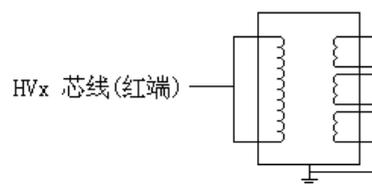
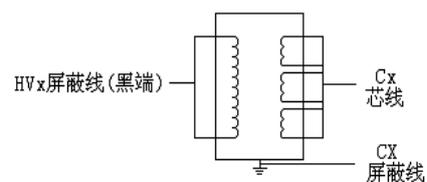

图10 CT接法
图9 CT接法
(1) 一次侧对二次侧（电磁式，没有末屏）
- A. 接线见图 9
(2) 一次侧对末屏（电容式，有末屏）
- A. 接线参考见图 9 Cx 芯线接末屏
(3) 一次侧对二次侧及地
- A. 接线见图 10